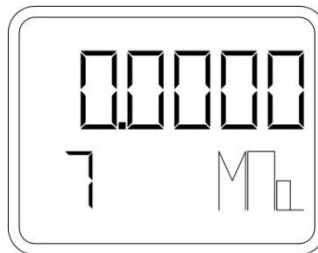

Рисунок 25 – Установка нуля
- При помощи кнопки «М» зайти в пункт меню 7 (рисунок 25).